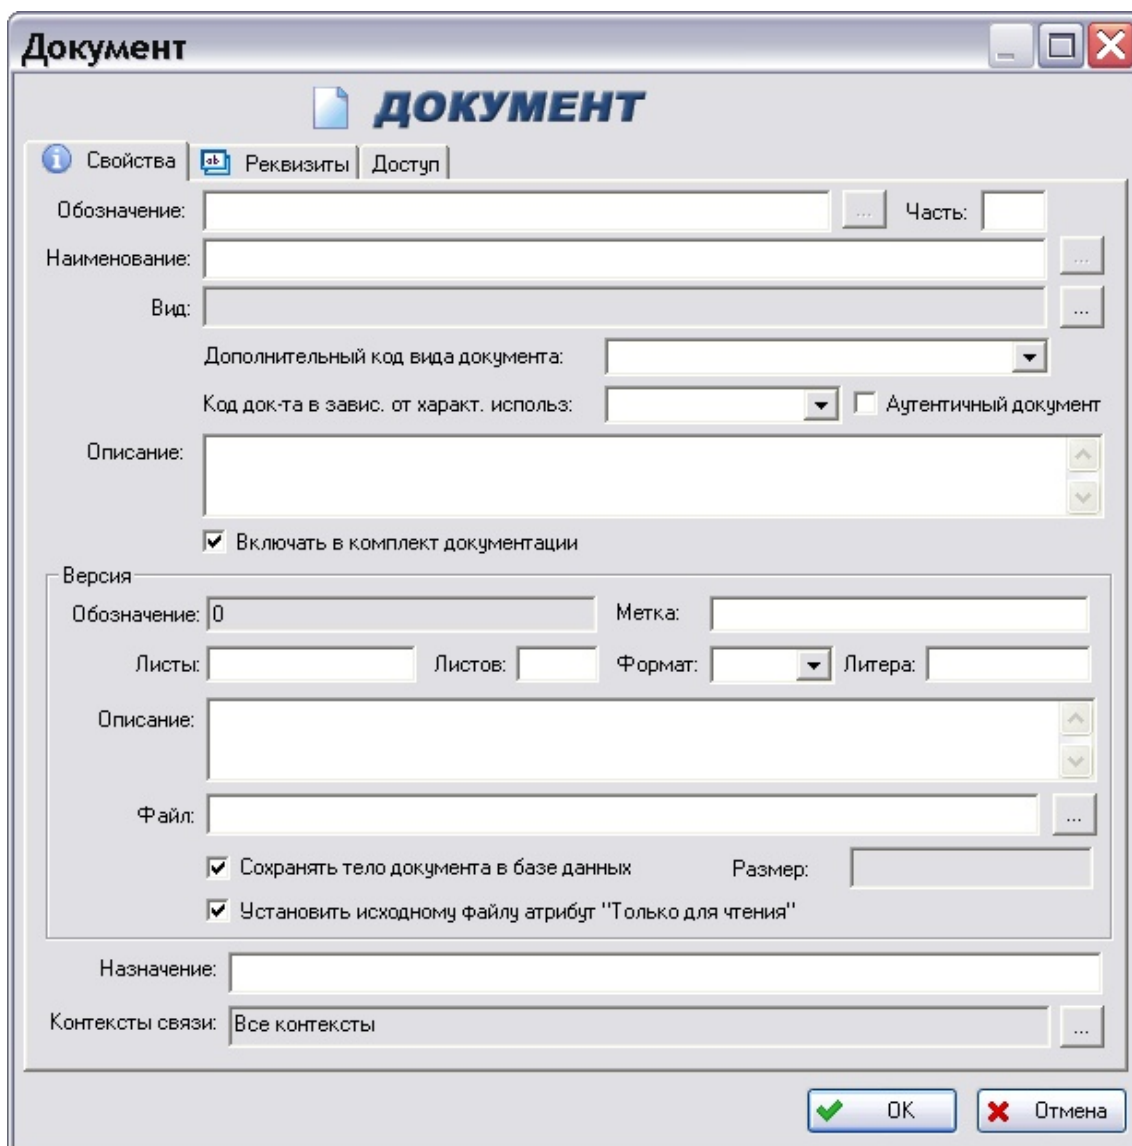

Рис. 99
2. Нажмите на кнопку  на панели инструментов или в контекстном меню объекта в подменю команды **Создать** выберите пункт **Документ** либо **Связанный документ** в зависимости от объекта, с которым данный документ будет ассоциироваться. Если документ создается для папки, то выбирается пункт **Документ**, а если для другого объекта, например, для **Изделия**, то выбирается пункт **Связанный документ**. Мы рассмотрим создание связанного документа. После выбора в контекстном меню объекта команды **Создать** - **Связанный документ** появится диалоговое окно **Документ** (Рис. 99).
На данной вкладке вводятся основные свойства создаваемого документа. Вкладка **Свойства** содержит следующие поля (Рис. 99):